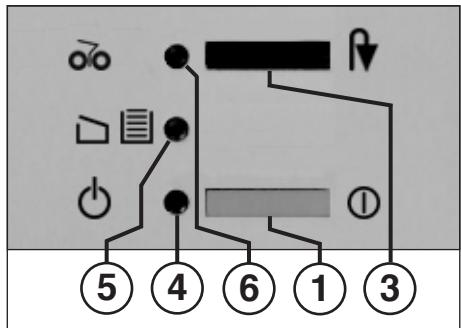

fig. 1
1 = Trykkontakt (fig. 1)
3 = Trykkontakt (fig. 1)
4 = Kontrolindikator (fig. 1)
5 = Kontrolindikator (fig. 1)
6 = Kontrolindikator (fig. 1)
- Maskinen tændes på trykkontakt (1) (fig. 1). Kontrolindikator (4) (fig. 1) tændes.
- Når opsamlingsposen er fyldt, slukkes maskinen. Kontrol-displayet "Beholder fuld" / "Dør åben" (5) (fig. 1) blinks. Samtidig med tegnet for standset skæreværk lyser også kontrol-displayet "Papirstop" / "Stop" (6) op.
- Skub skyderammen med opsamlingsposen ind og luk døren. Kontrolindikator (5) (fig. 1) slukker.
- Trykkontakten "Baglænskørsel" / "Stop" (3) aktiveres kort. Skæreværket findeler den rest, der er tilbage i tilførselsskakten og slukkes derefter. Kontrol-displayet (6) slukkes. Den videre findeling kan nu fortsættes.
- Kontrolindikator (6) (fig. 1) tænder.
- Hold trykkontakten "Baglænskørsel" / "Stop" (3) nede og tag samtidig de tilbageførte papirer ud af maskinen.
- Efter tømningen kører skæreværket automatisk fremad, findeler den rest, der er tilbage i tilførselsskakten og slukkes derefter. Kontrol-displayet (6) (fig. 1) slukkes.
Hvis motoren overbelastes, slukker den automatisk. Sluk for maskinen på trykkontakt (1) (fig. 1).